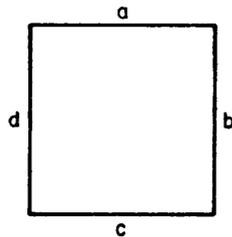

Fig. 6
a) Tiene los cuatro lados iguales (figs. 6 y 7).